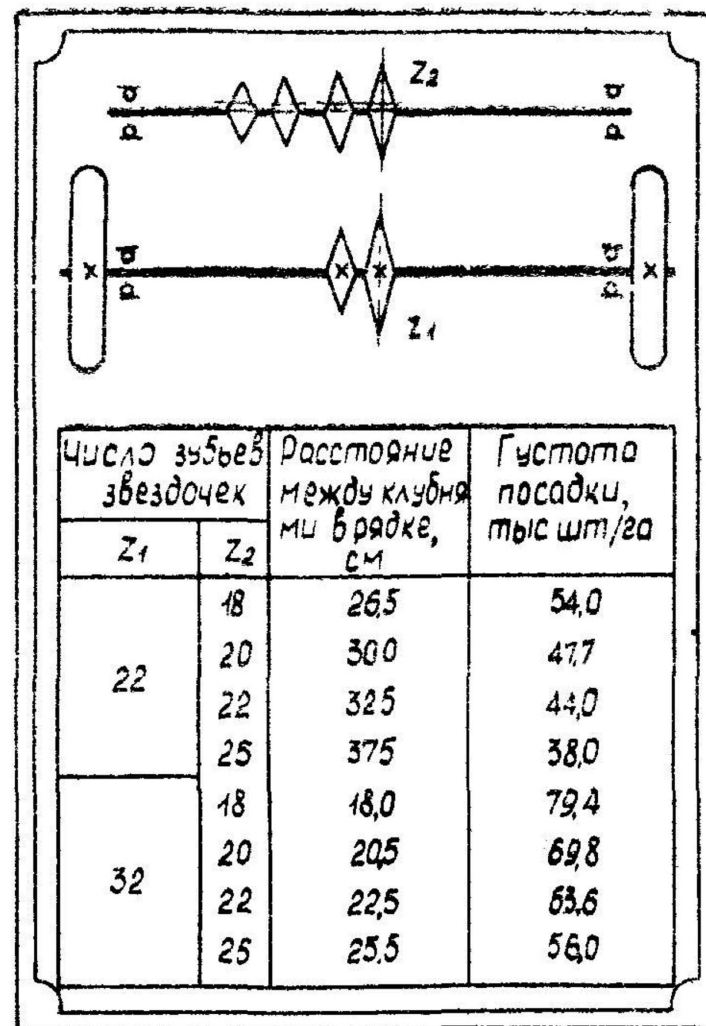

Рис.3. Таблица раскладки клубней
7.4.2. Для установки нормы высадки клубней пользуйтесь таблицей нормы высадки. Таблица составлена на междурядье 70см (рис.3).